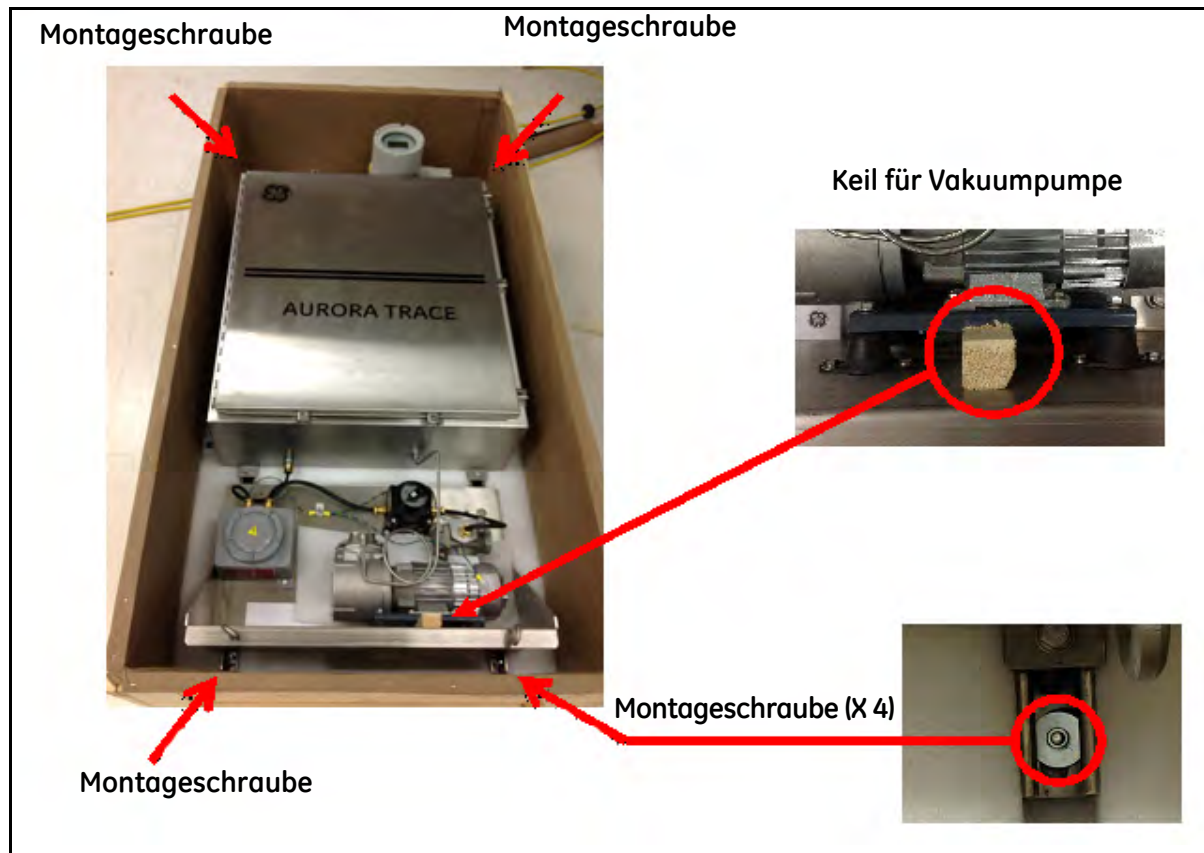

Abbildung 2: Aurora Trace auf Bodenplatte mit abgenommenem Kistendeckel
1. Entfernen Sie die vier Montageschrauben an beiden Enden der Montageschienen (siehe Abbildung 2 auf Seite 8).
2. Entfernen Sie den Keil an der Vakuumpumpe, der dafür vorgesehen ist, eine Bewegung der Pumpe während des Transports zu verhindern (siehe Abbildung 2 auf Seite 8).